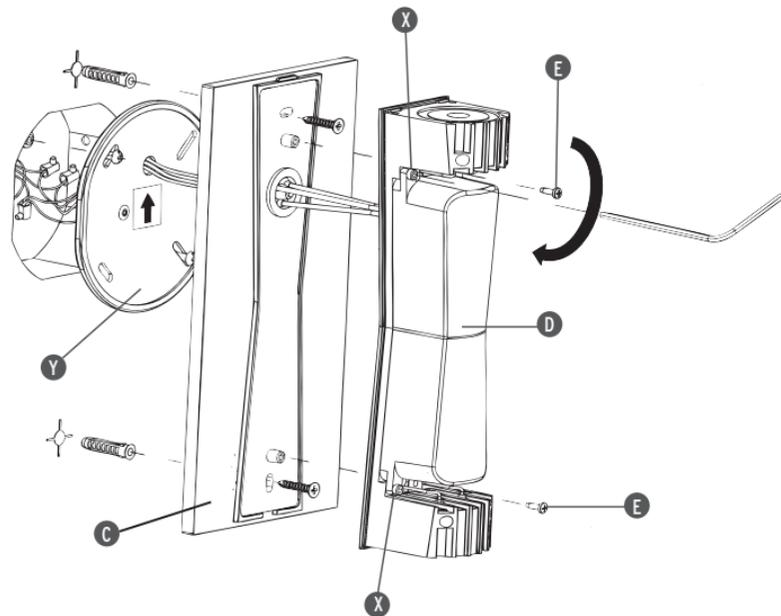

Fig. 1b
<GB> Fig.1b Separate the wall attachment (C) from the body (D) by unscrewing the screws(E); pass the power cables from the device through the central hole of the covering plate (Y) , then make the electrical connections in the Junction Box (White to white, black to black, green to earth); fix the covering plate (Y) to the Junction Box with the screws provided taking care to follow the direction of the arrow, then fix the attachment to the wall (C) with screws and rawl plugs; N.B.use rawl plugs appropriate to the mounting medium. Remount the body (D) to the wall attachment (C) with the screws (E), then tighten down the four screws (X) with the tool provided.
<FR> Fig.1b Séparer la pièce de fixation murale (C) du corps du luminaire (D) en retirant les vis (E); faire passer les câbles d'alimentation de l'appareil à travers le trou central de la pièce ronde (Y), puis effectuer les raccordements électriques à l'intérieur du boîtier (Blanc à blanc, noir à noir, vert à la terre); fixer la pièce ronde (Y) au boîtier à l'aide des vis fournies en veillant à respecter le sens indiqué par la flèche, puis fixer l'attache au mur (C) avec des vis et des chevilles à expansion; Nota bene : utiliser des vis et des chevilles adaptées à la surface d'installation. Installer le corps (D) sur la pièce de fixation murale (C) avec les vis (E) puis serrer à fond les quatre vis (X) à l'aide de la clé fournie.
<ES> Fig.1b Separe la pieza de fijación a la pared (C) de la unidad (D) aflojando los tornillos (E); Pase los cables de alimentación procedentes del aparato por el orificio central de la cubierta (Y); a continuación, realice las conexiones eléctricas en la Caja de Conexiones (blanco con blanco, negro con negro y verde con tierra); fije la cubierta (Y) a la Caja de Conexiones con los tornillos que se suministran, prestando atención a que tengan la orientación correcta, según indica la flecha; a continuación, asegure la pieza de fijación a la pared (C) con tornillos y tacos de expansión; Nota: utilice tornillos y tacos adecuados para la superficie destinada al montaje. Vuelva a montar la unidad (D) en la pieza de fijación a la pared (C) con los tornillos (E), a continuación, apriete a fondo los cuatro tornillos (X) con la llave que se suministra.
<J> 図1B ネジ (E) を抜いてウォールアタッチメント (C) を本体 (D) から分離する; 器具の電気ケーブルをカバーのプレート (Y) の中央の穴に通し、ジャンクションボックス (黒色は黒色に、白色は白色に、緑色はアースに) の電気接続を行う; 矢印で印されている通りに正しく方向づけられているか注意しながら付属のネジでカバーのプレート (Y) をジャンクションボックスに固定し、ネジとスクリューアンカーでウォールアタッチメント (C) を固定する; 注意 組み立てが行われる表面に適したスクリューアンカーを選択する。ネジ (E) で本体 (D) をウォールアタッチメント (C) に再び組み立てる、四本のネジ (X) をしっかり付属のスパナで締める。